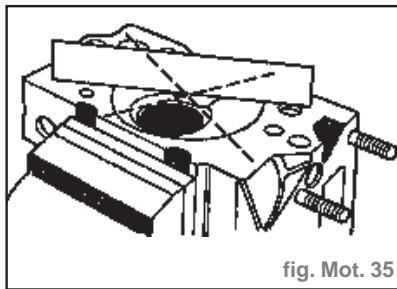

fig. Mot. 35
- Se servir d'une règle et d'une jauge d'épaisseur pour vérifier la planéité des surfaces de contact entre la culasse et le bloc (fig. Mot. 35).